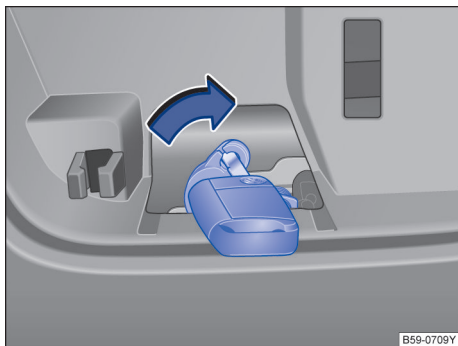

图 67 在行李厢中：行李厢盖的应急解锁机构
- 将钥匙头插入行李厢盖中的开口→图 67 并沿箭头方向按压解锁拨杆，解锁行李厢盖。